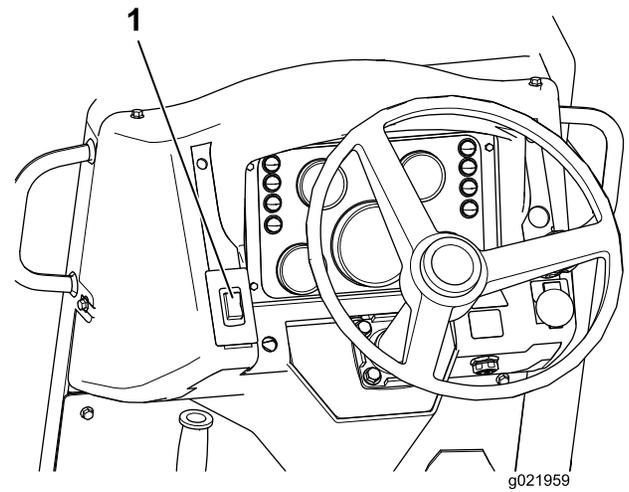

Figure 24
1. Poussez l'interrupteur du frein de stationnement (Figure 24) vers le haut pour serrer le frein.